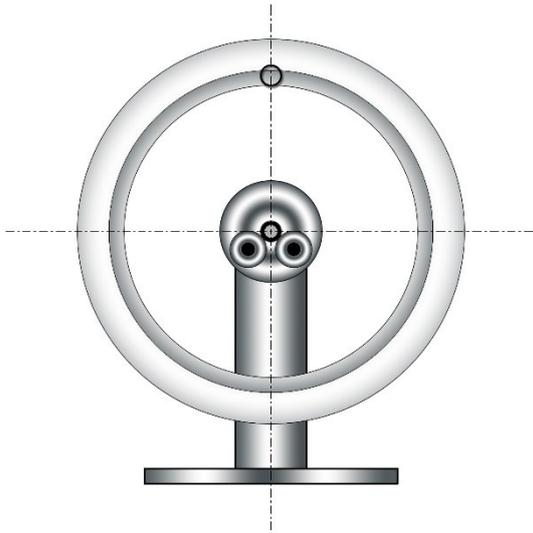

Abbildung 1: Ruhelage Felge ohne Reifen
Abb./Afb./Avb./Fig. 1
3. Wenn die Felge zur Ruhe gekommen ist, befindet sich die leichteste Stelle oben (s. Abb. 1).
4. Für die weitere Arbeit ist es sinnvoll, den leichtesten Punkt zu markieren (Punkt auf Abb. 1 oben). Hierfür können Sie Ölkreide oder ein Stück Klebeband verwenden.